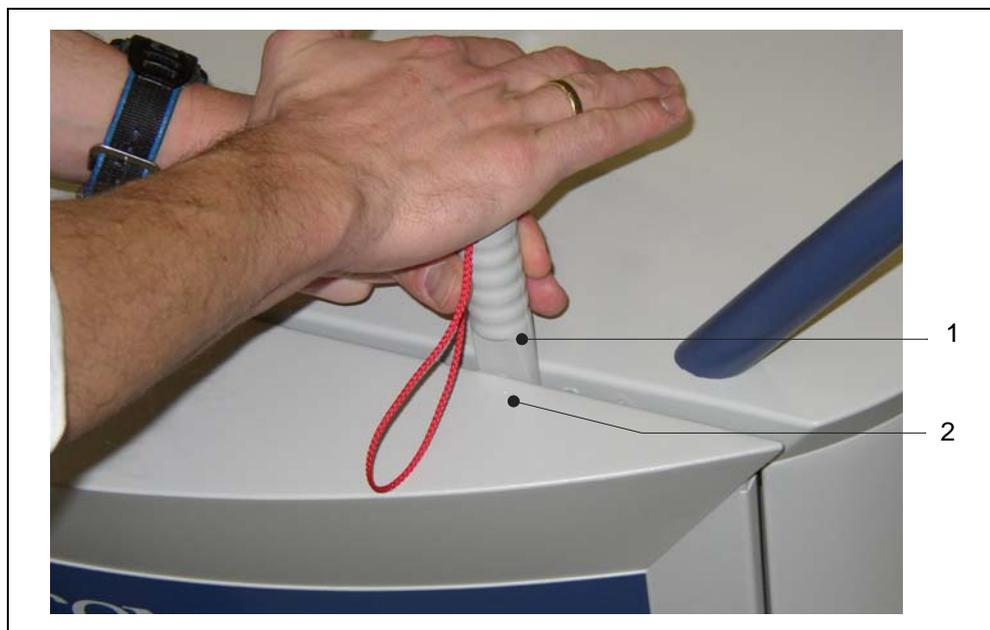

Abb. 9-1 Öffnen des UL5000
- Die Position zum Einsatz des Seitenwandtrenners ist durch einen Körnerschlag auf der Seitenwand markiert (siehe Abb. 9-1/2).
- Seitenwandtrenner zwischen Seitenwand und Chassis drücken, bis die Seitenwand aus der Haltevorrichtung ausrastet. (Siehe Abb. 9-1.)